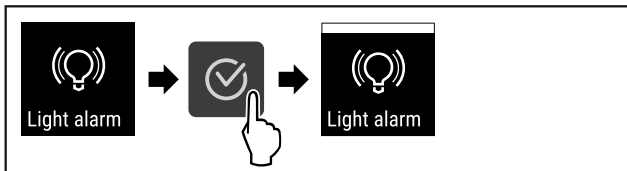

Fig. 97
- ▶ Efectuați pașii de acțiune (vezi Fig. 97) .